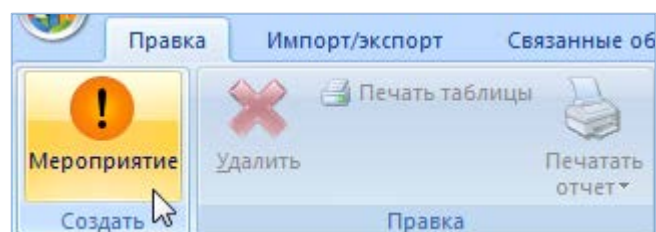

Рис. 13-421 – Вкладка «Правка»
3) Поместить курсор в рабочее окно «Мероприятия» и нажать кнопку «Мероприятие» панели «Создать» (рис. 13-421).